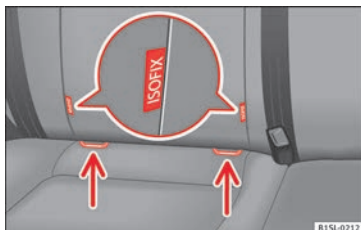

Fig. 21 En el asiento del vehículo: variantes de identificación de los puntos de anclaje inferiores para sillitas infantiles.
- Tenga en cuenta las instrucciones del fabricante al montar y desmontar el asiento para niños » ❷.
- Encaje el asiento para niños en las anillas de sujeción » fig. 21, en el sentido de la flecha. El asiento para niños debe encastrar de forma segura y audible.
- Tenga en cuenta las instrucciones del fabricante al montar y desmontar el asiento para niños » ❸.
- Coloque el asiento para niños sobre la banqueta y enganche los ganchos de los cinturones de fijación en las anillas de fijación » fig. 21.